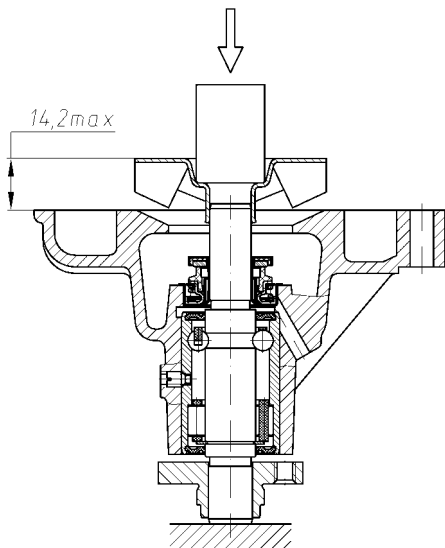

Рис.135. Напрессовка крыльчатки водяного насоса
- напрессовать крыльчатку на валик подшипника, выдержав размер между торцом крыльчатки и торцом корпуса насоса не более 14,2 мм (рис.135). **Не допускает-**